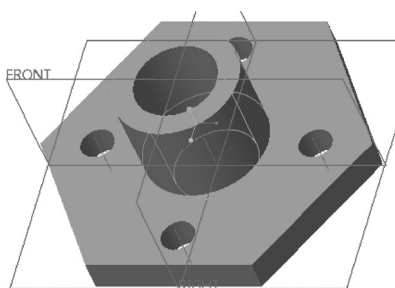

图 4-17 完成的模型效果
8) 在“拉伸”选项卡中单击 (完成) 按钮,完成的模型效果如图 4-17 所示。